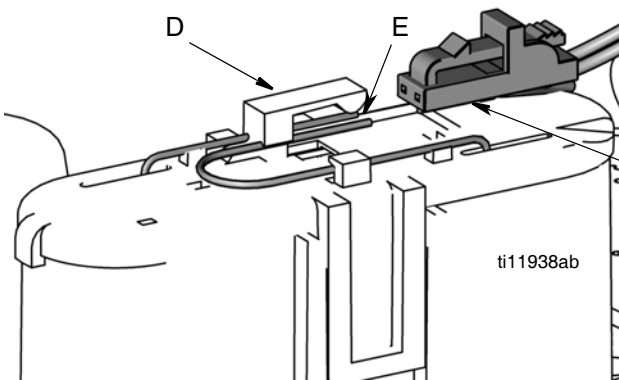

ABB. 48
9. Schließen Sie die Batterieleitung (B) wieder an, indem Sie vorsichtig den Stecker über die Batterieanschlüsse (E) schieben, bis der Stecker wieder unter Klammer (D) einrastet (ABB. 48).